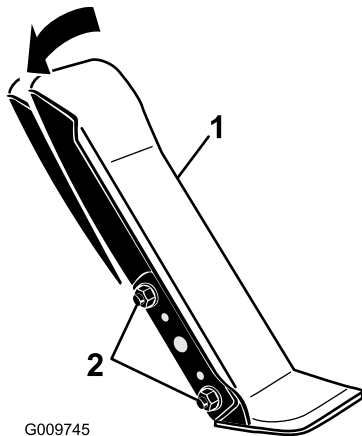

Figura 103
1. Desaperte as 2 porcas e parafusos que fixam o lado esquerdo do pedal de tração ao suporte (Figura 103).
2. Rode o pedal para o ângulo de funcionamento pretendido e apertar as porcas (Figura 103).